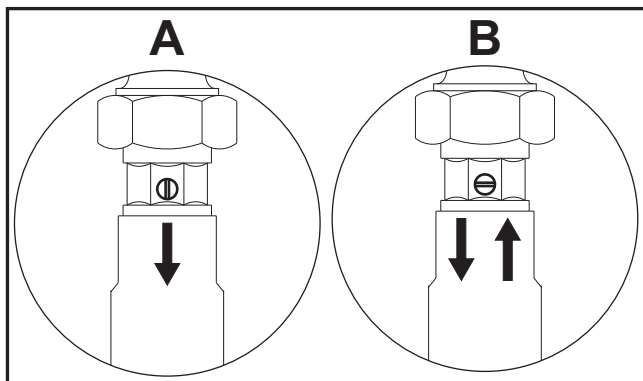
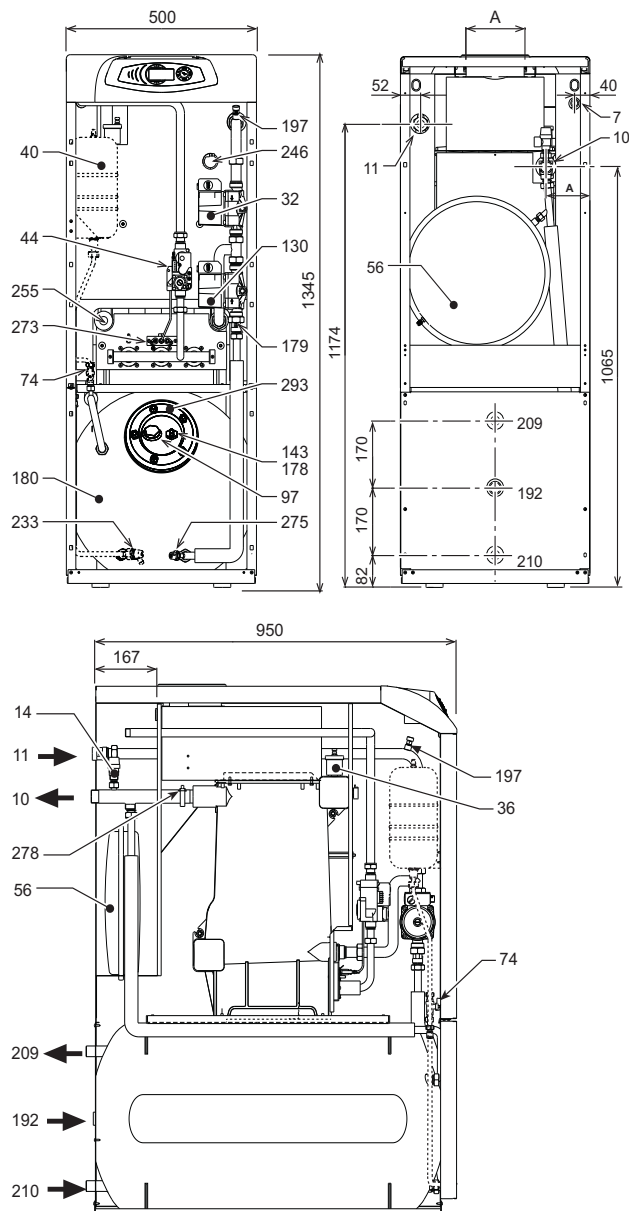

рис. 22
рис. 25 - Размеры и основные элементы котла
- Для опорожнения бойлера используйте сливной кран 233 из рис. 25 , предварительно закрыв зарядные клапаны водопроводной сети; для выпуска используйте точку отбора горячей воды (умывальник, душ и пр.).
- Для полного опорожнения системы отопления используется кран 275 рис. 25, предварительно сняв блокировку затворов обратных клапанов поз. 179 на рис. 25 (см. также рис. 22). Для удаления воздуха из системы откройте вентили радиаторов.
- Для слива воды только из котла закройте отсечные клапаны и полностью откройте кран (255 - рис. 25). После этого разблокируйте затворы обратных клапанов (179 - рис. 25). В последнюю очередь откройте кран 197 из рис. 25).
Перед заливкой системы водой закройте сливной кран, воздуховыпускные вентили радиаторов и блокируйте затворы обратных клапанов 179 из рис. 25.